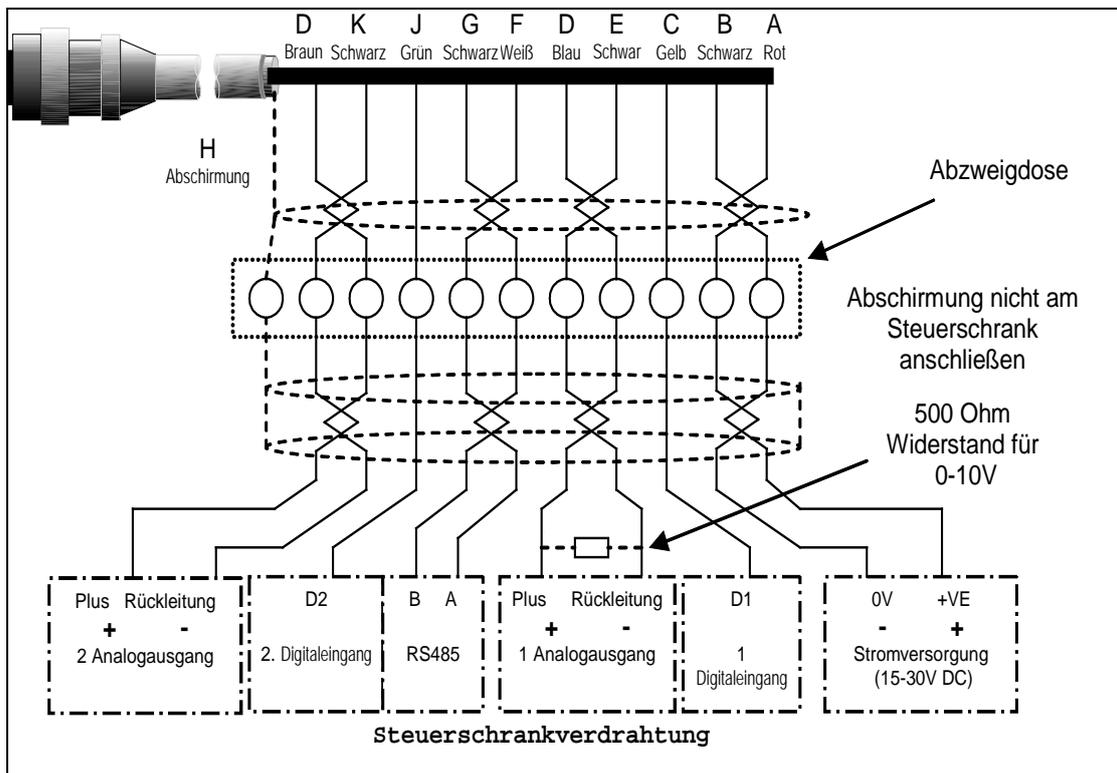

Abbildung 14 – Anschluss des Sensorkabels (0090A)
- 0 – 20 mA Kann als 0 – 10 V DC Spannungsausgang konfiguriert werden, indem ein 500 Ohm Widerstand zwischen Analogausgang und Rückleitung geschaltet wird (siehe Abbildung 14)